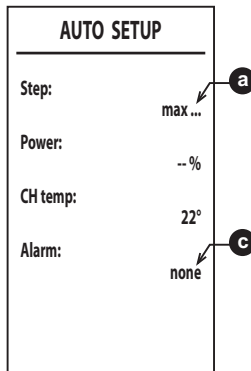

fig. 53
- Dacă faza de aprindere eșuează, apare mesajul **[max_err]** la punctul și un cod de eroare la punctul (fig. 53). Cauzele posibile pentru lipsa aprinderii sunt enumerate în **Nota 2**. Ieșiți din Auto Setup cu tasta , rezolvați anomalia și repetați procedura de la punctul 1.